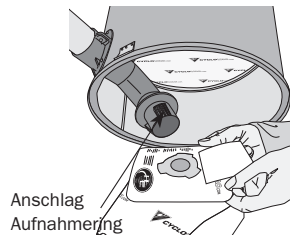

Abbildung 15
3. Geben Sie den neuen Beutel an den richtigen Platz und versichern Sie sich, dass die Einschnitte des Beutels mit den Spitzen des Adapters zusammenpassen (**Abbildung 15**).